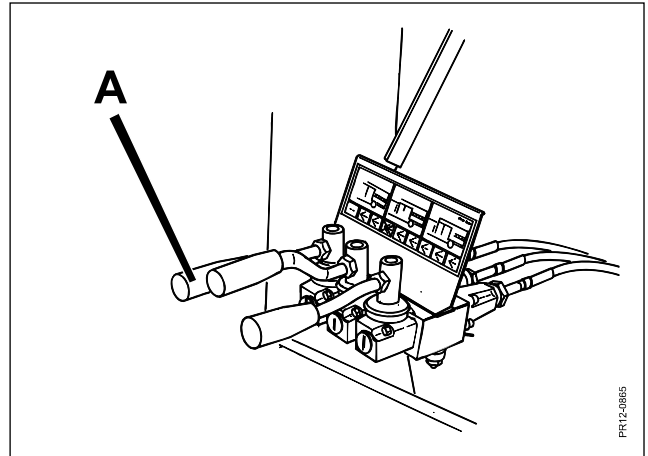

Fig. 5.3
For at kunne opnå en optimal måling skal blandekarret være vandret. Justeringen foretages ved hjælp af den forreste cylinder, og kontrolleres ved hjælp af vaterpasset (fig. 5.3 + fig. 5.4).
Fig. 5.3 Blandekarret justeres ved hjælp af håndtag (A) så det er vandret under blanding. Derved undgås foderophobning i enderne, og det sikrer også en præcis vægtmåling.